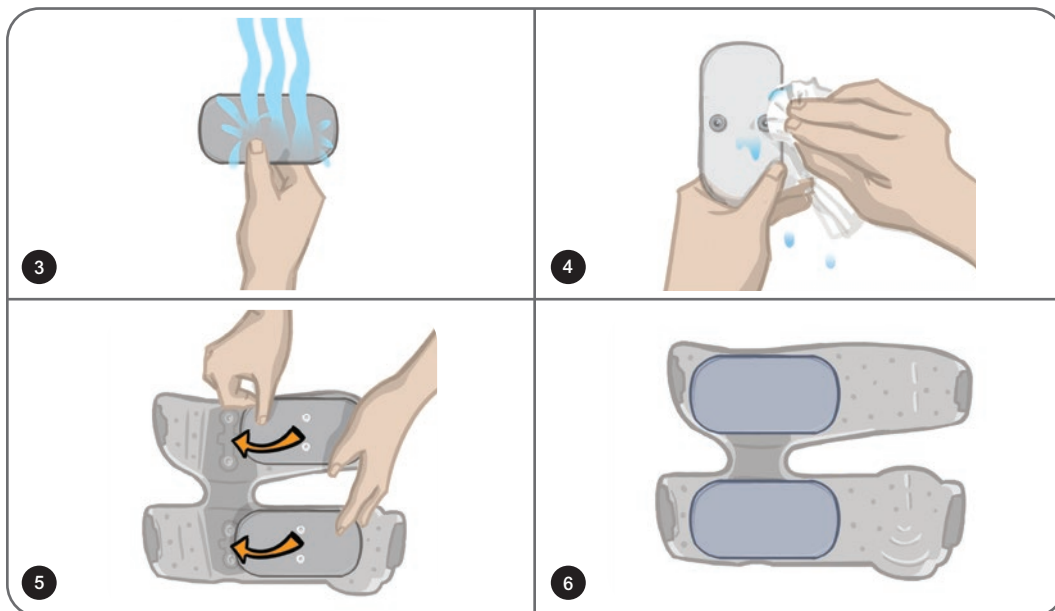

Ilustración 11-11: Sustitución de los Electrodo Thigh Cloth
**Para sustituir los Electrodo Thigh Cloth (consulte la ilustración 11-11):**